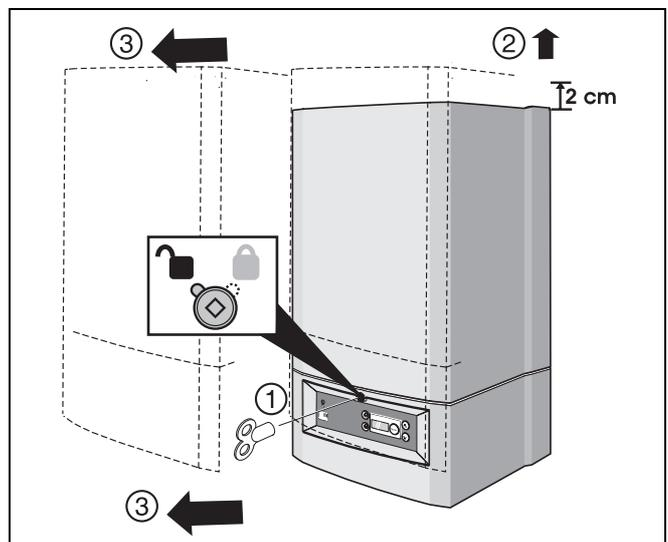

Fig. 10 Retirer l'habillage
- Desserrer la vis de sécurité avec la clé de radiateur et retirer l'habillage (fig. 10).